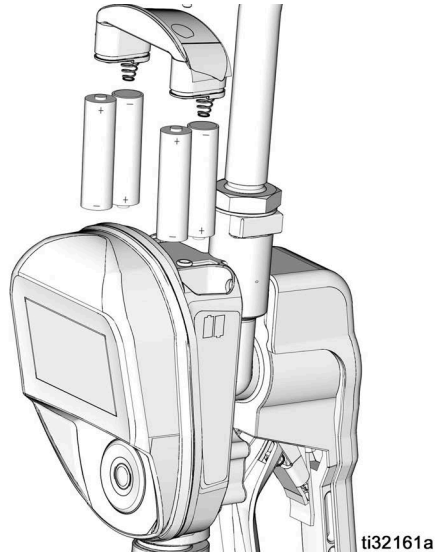

FIG. 48
- Assicurarsi di rispettare la polarità corretta, come mostrato nelle etichette di installazione ubicate sul lato della valvola di erogazione con misuratore quando si montano le batterie nel relativo vano (FIG. 48).
4. Installare 4 nuove batterie. Per l'orientamento delle batterie, vedere le etichette sul lato del corpo e FIG. 48